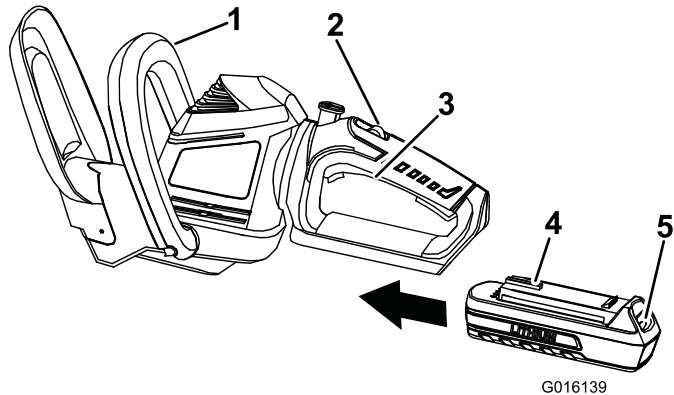

Figura 3
- 2. Alinee la lengüeta de la batería con el hueco correspondiente de la carcasa de la empuñadura (Figura 3).
- 3. Sujete la empuñadura del gatillo (Figura 3).
- 5. Coloque una mano en la empuñadura con gatillo. Coloque la otra mano en la empuñadura auxiliar (Figura 3).
- 6. Deslice el interruptor de bloqueo hacia atrás, hacia usted, luego apriete el gatillo para encender el cortasetos (Figura 3). El cortasetos permanecerá encendido mientras se apriete el gatillo. Puede soltar el interruptor de bloqueo una vez que el cortasetos esté funcionando (Figura 3).
1. Suelte el gatillo (Figura 3).